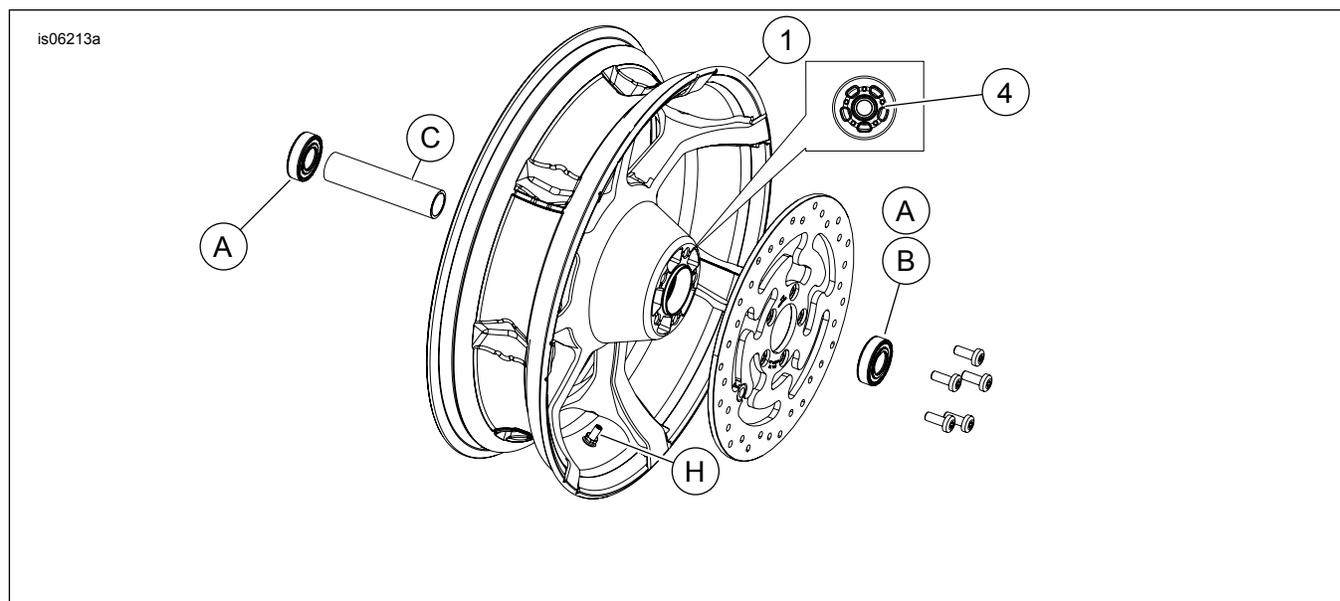

Figura 1. Peças de reposição: Roda Agitador traseira (roda de 18 pol. mostrada)
Veja Figura 1 e as tabelas de peças de reposição.
2. Veja Figura 1 . Instale o conjunto da haste da válvula (H) na roda. Veja o Manual de serviço.